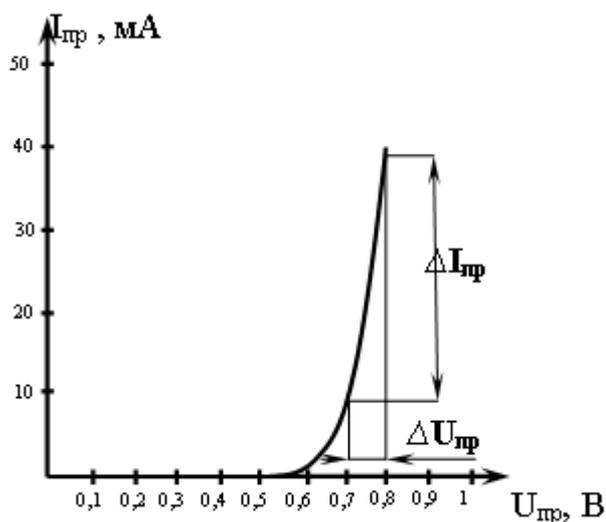

Рис.5. ВАХ диода при прямом включении
2. На линейном участке прямой ветви ВАХ построить характеристические треугольники (см. рис.5.) и определить крутизну  $S$  мА/В германиевого и кремниевого диодов: